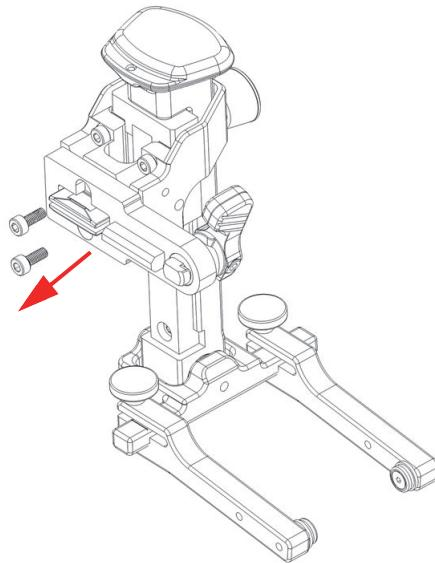

图 2-20 取出两个螺钉
1. 使用一个2.5毫米的六角键取下弹簧加载臂（SLA）支架上的两个螺钉（参见第56页的图 2-20）。